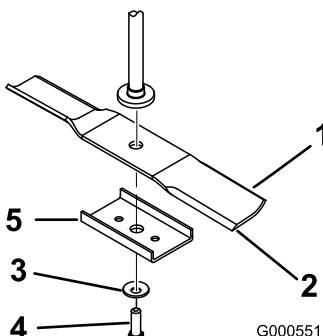

Figura 56
Segure na extremidade da lâmina, utilizando um trapo ou uma luva grossa. Retire a cavilha da lâmina, a anilha curva, esticador de lâmina e lâmina do eixo (Figura 56).
- Instale a lâmina no veio (Figura 56).
- instale um esticador de lâmina, a anilha curva (lado oval virado para a lâmina) e o parafuso da lâmina (Figura 56).